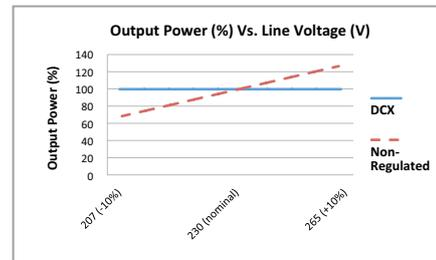
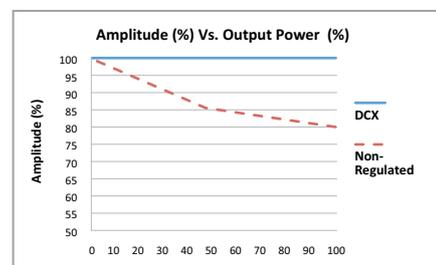

Abbildung 2
Abbildung 3
- Amplitudenregelung** – Die Amplitudenregelung mit geschlossenem Regelkreis erhält die richtige Ausgangsamplitude aufrecht, indem sie Abweichungen in der Netzspannung (Abb. 2) sowie die Ausgangsleistung (Abb. 3) korrigiert. Die konstante Amplitudenregelung reduziert außerdem den Kraftaufwand, um die erforderliche Ausgangsleistung zu erzielen. Dies erhöht die Schweißqualität, reduziert Austrieb und verringert Spannungen bei dünnwandigen Teilen.